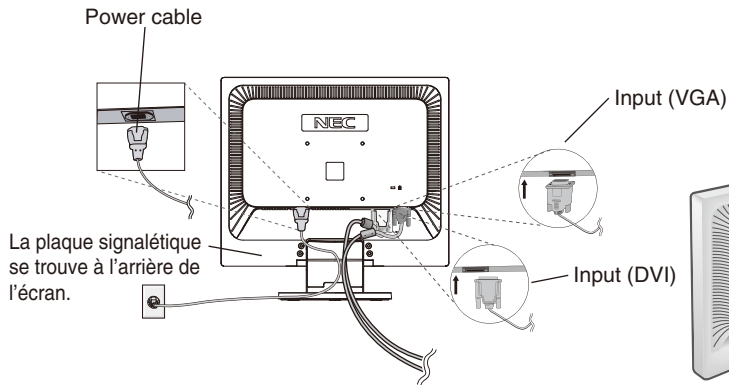

Figure B.1
3. Branchez le mini-connecteur D-SUB à 15 broches du câble vidéo au connecteur approprié à l'arrière du moniteur (**Figure B.1**).